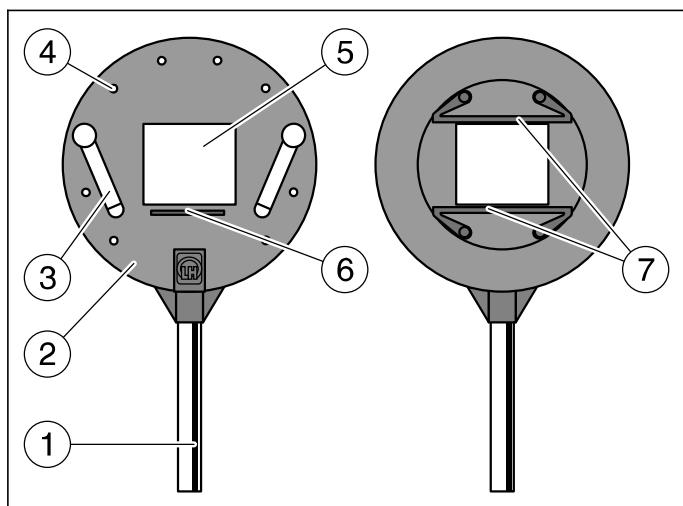

Fig. 1.1/1.2
Die Objekte werden auf der Vorderseite des Halters (Fig. 1.1) mit den in die Bohrungen ④ eingesteckten Federklemmen ③ fixiert.
The objects are fixed on the front of the holder (Fig. 1.1) by means of the spring clips ③ inserted onto the boreholes ④.